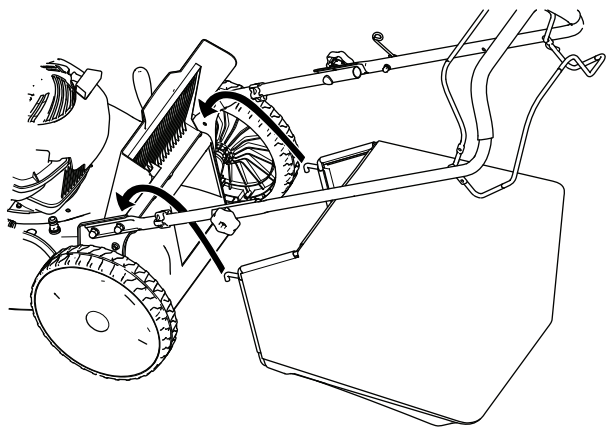

Figura 18
3. Instale la bolsa de recogida, asegurándose de que los pasadores de la bolsa descansan en las muescas del manillar (Figura 18).
1. Levante y sujete el deflector trasero (Figura 18).